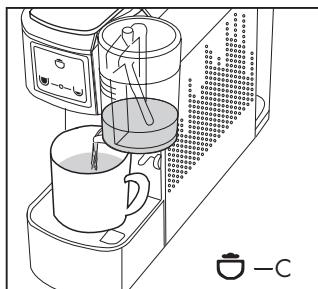

Fig. 14
- Pulse la tecla (C)  ; la máquina dispensará la crema de leche. (**Fig. 14**)
- llene el vaso (13) con la cantidad de leche deseada, pulse y mantenga pulsada la tecla (C)  para ajustar la dispensación de la leche para el capuchino, suelte la tecla cuando se alcance la cantidad deseada, de este modo la dosis se guarda para las dispensaciones sucesivas (**Fig. 14**)